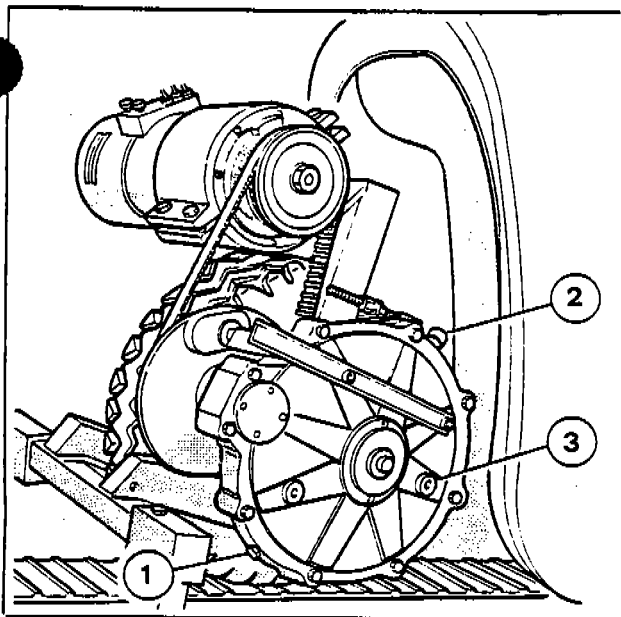

Fig. 38
- 1) Dopo aver fatto girare il convoglio per qualche minuto, fermare e posizionare un recipiente adatto (circa litri 1) sotto il tappo di scarico (1-Fig. 38). Togliere il tappo di scarico, tappo di riempimento (2-Fig. 38) e far fuoriuscire tutto l'olio contenuto nel riduttore.
- 2) Pulire ed avvitare il tappo di scarico (1-Fig. 38), controllare la relativa rondella di tenuta e, se necessario, sostituirla.
- 3) Riempire con olio prescritto SAE 90 attraverso il foro di riempimento fino a raggiungere il giusto livello, visibile dalla spia (3-Fig. 38).
- 4) Pulire ed avvitare il tappo di riempimento (2-Fig. 38).
a) Controllare il livello olio riduttori vetture tramite la spia di livello (3-Fig. 38). Se necessario, immettere olio dello stesso tipo SAE 90. Vedi dopo le prime 50 ore di funzionamento punto d).